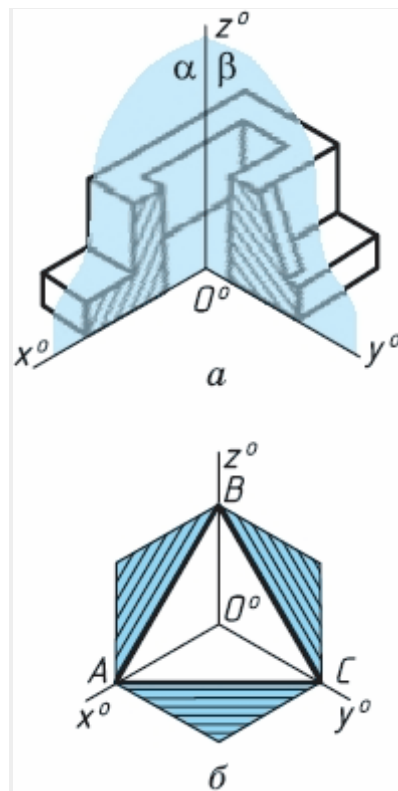

Рис. 18
7. Применение разрезов на технических рисунках. Разрезы можно использовать и при выполнении технических рисунков. В этом случае они служат для выявления внутренних очертаний предмета. С этой целью для построения разреза используют две секущие плоскости, совпадающие с плоскостями симметрии предмета (рис. 18, а).